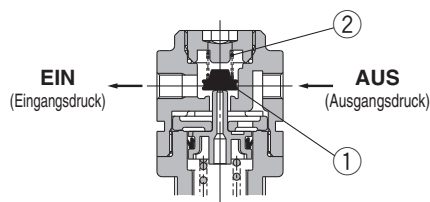

Abb. 2
Wird der Eingangsdruck entlüftet, steht am Ventil ① kein Eingangsdruck mehr an. Der Anpressdruck für das Ventil ① wird ausschließlich über die Ventildfeder ② erzeugt. Wenn das Ventil ① durch die Ausgangskraft geöffnet wird, wird der Ausgangsdruck auf der Eingangsseite abgelassen. (Abb. 2)